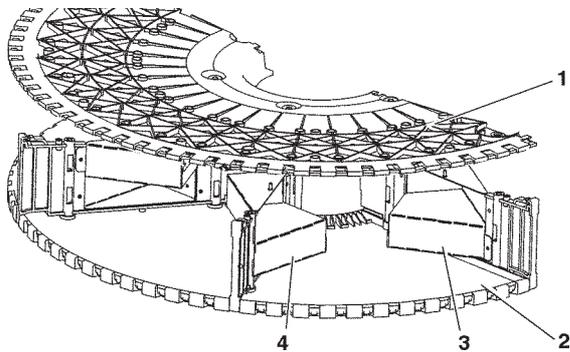

Abb. 15
- Es können nur die Trommelhälften mit gleicher Fächerunterteilung (s. Abb. 15) zusammengebaut werden.
An einigen Modellen sind Trommelebenen mit geformten Trennwänden montiert (auch als Zubehörteile für spätere Montage lieferbar). Auf diese Weise können auch rechteckige Produkte aufgenommen werden (siehe Abb. 15). In diesem Fall kann die Anzahl der Fächer nicht verändert werden.